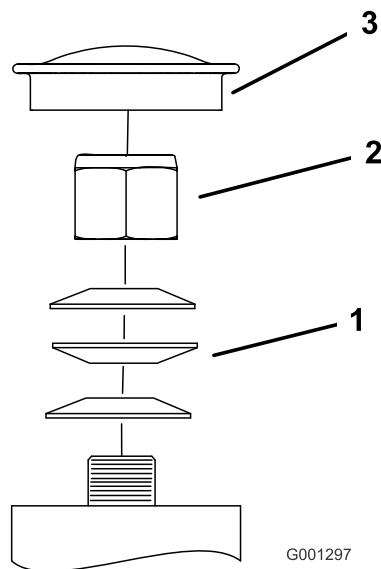

Figure 54
3. Retirez le capuchon antipoussière de la roue pivotante et serrez le contre-écrou (Figure 54).
4. Continuez de le serrer jusqu'à ce que les rondelles élastiques soient aplaties, puis desserrez-le de 1/4 de tour pour obtenir la précharge correcte des roulements (Figure 54).
Important: Veillez à placer les rondelles élastiques comme montré à la Figure 54.
5. Remettez le capuchon antipoussière en place (Figure 54).